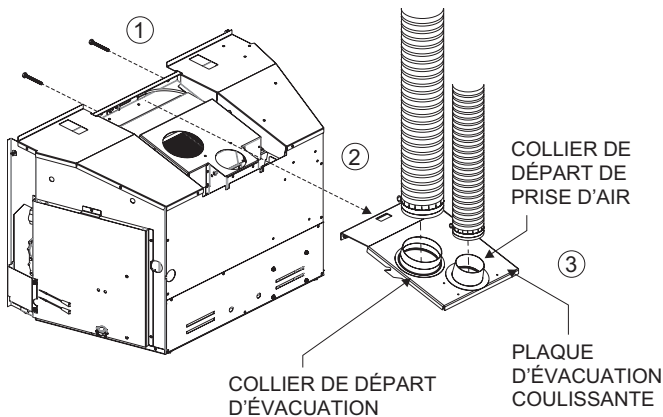

Figure 12
9. S'il y a lieu, retirer les 2 vis à tête hexagonale de la plaque d'évacuation coulissante. Retirer la plaque coulissante du dessus de l'insert. **Voir Figure 12.**